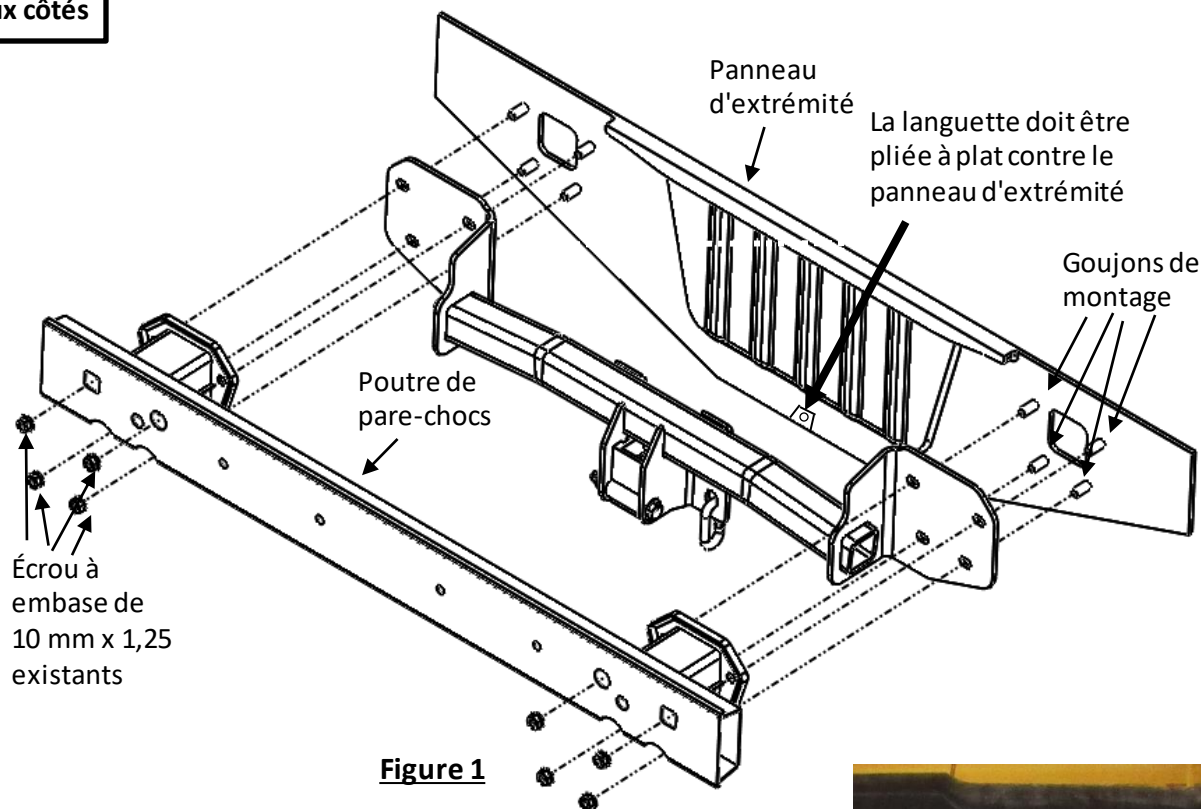

Figure 1
- b) Retirer le couvercle de feu arrière en plastique en utilisant un des tournevis à tête plate et à tête cruciforme pour enlever (2) goupilles-poussoirs (de chaque côté).
- c) À l'aide d'une douille de 10 mm, retirer les (2) vis du feu arrière (de chaque côté).
- d) Tirer le feu arrière vers l'arrière et retirer les (2) ampoules et le (1) connecteur électrique de l'ensemble de feu arrière (de chaque côté).
4. **Enlèvement du carénage** - *REMARQUE- Conserver toutes les fixations pour la réinstallation. **a)** Retirer une (1) goupille-poussoir du passage de roue. (de chaque côté) À l'aide d'un tournevis à tête cruciforme, appuyer sur le centre de la goupille-poussoir, puis la retirer. *REMARQUE- Si l'on installe des bavettes garde-boue à la base du passage de roue et du carénage, utiliser un tournevis à tête cruciforme pour retirer (3) vis, puis utiliser un tournevis à tête plate pour retirer (2) goupilles-poussoirs (de chaque côté).
- b) À l'aide d'un tournevis à tête plate, retirer les (7) goupilles-poussoirs le long de la bordure inférieure du carénage.
- c) À l'aide d'un tournevis à tête plate, ouvrir la languette du carénage sous le feu arrière. À l'aide d'une douille de 10 mm, retirer une (1) vis (de chaque côté).
5. **Enlèvement de la poutre de pare-chocs**- Retirer du pare-chocs la pièce de soutien en mousse du carénage pour exposer les trous d'accès. À l'aide d'une douille de 14 mm, retirer (4) écrous et les conserver pour l'installation de l'attelage. (de chaque côté)
6. **Installation de l'attelage**- *VOIR LA FIGURE 1. Plier la languette de carénage centrale à plat contre le panneau d'extrémité. Soulever l'attelage et la poutre du pare-chocs en position sur les goujons dans le panneau d'extrémité. Réinstaller sans serrer les (8) écrous à embase retirés à l'étape 3 (4 de chaque côté)